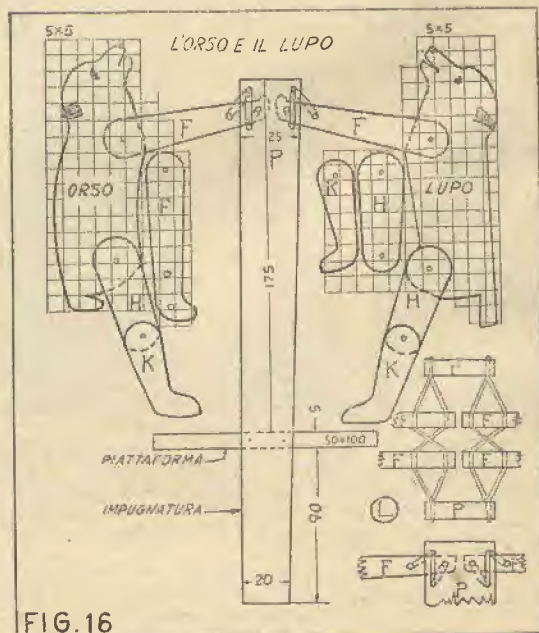

FIG. 16
**L'ORSO ED IL LUPO.** — La fig. 16 illustra l'Orso che balla ed il lupo. Notate che le gambe anteriori F sono connesse per mezzo di cordicelle ai montanti P e P che sorreggono la piattaforma.